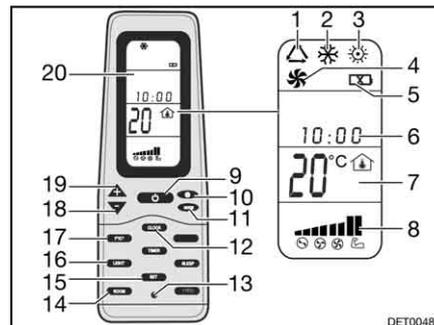

Fig. 133 Telecomando
- Premere il tasto ON/OFF (Fig. 133,9).
- Premere il tasto "Mode" (Fig. 133,11) spesso, finché la modalità desiderata (Fig. 133,1, 2, 3 o 4) viene visualizzata sul display (Fig. 133,20).
- Impostare la temperatura desiderata con i tasti "+" (Fig. 133,19) e "-" (Fig. 133,18).
- Con il tasto velocità dell'aria (Fig. 133,10) selezionare il livello desiderato per la ventola.